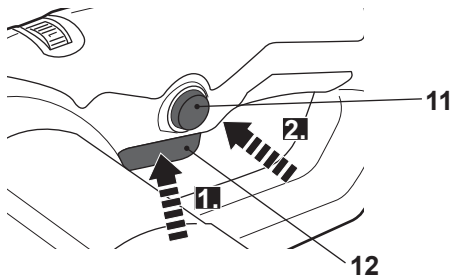

Fig. 19
- > Encienda el producto presionando el interruptor de Encendido/Apagado (12) y manténgalo presionado (Fig. 19, paso 1).
- > Presione el botón de bloqueo (11) y manténgalo en esa posición para bloquear el interruptor de Encendido/Apagado (12) (Fig. 19, paso 2).
- > Suelte el botón de bloqueo (11) y el interruptor de Encendido/Apagado (12). El interruptor de Encendido/Apagado estará ahora bloqueado para un uso en continuo.
- > Presione y suelte el interruptor de Encendido/Apagado (12) para apagar el producto.